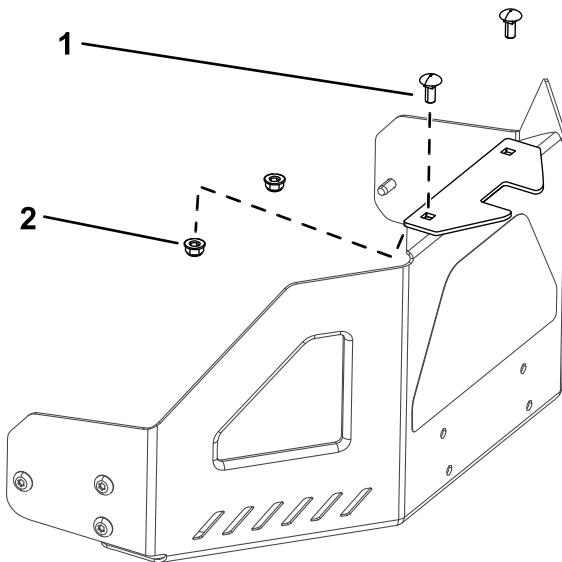

図 5
1. エンジンガードにスタビライザブラケットを取り付けるキャリッジボルト5/16 x 3/4"2本とロックナット5/16"2個を使用する 図 5。